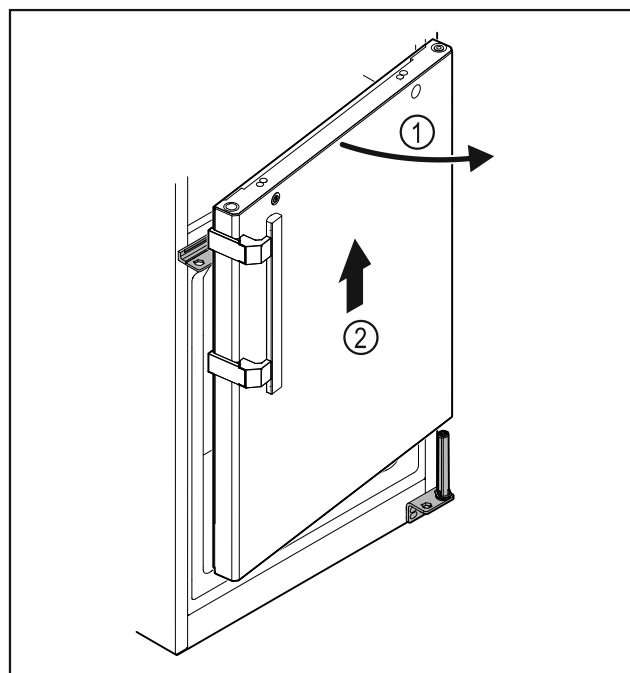

Fig. 34
- Mírně otevřete dvířka Fig. 34 (1), zvedněte je přibližně 200 mm rovně směrem nahoru a vyjměte je Fig. 34 (2).